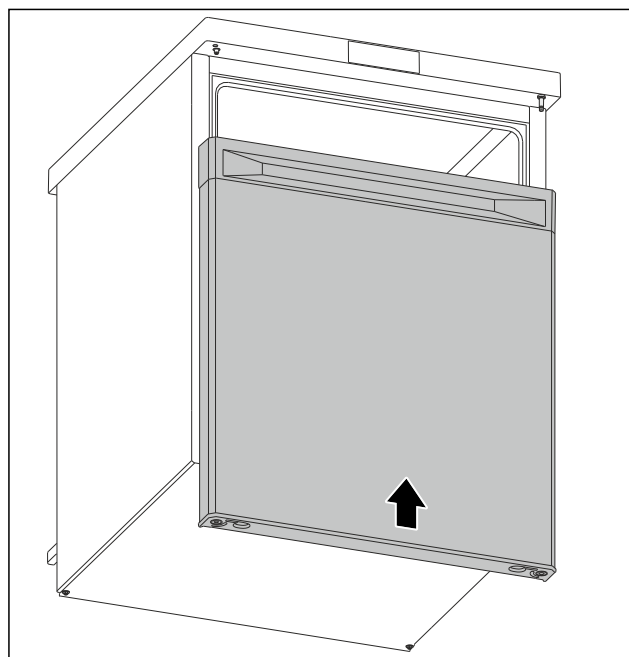

Fig. 13
- ▶ У закритому стані насуньте дверцята на верхній болт. (див. Fig. 13)